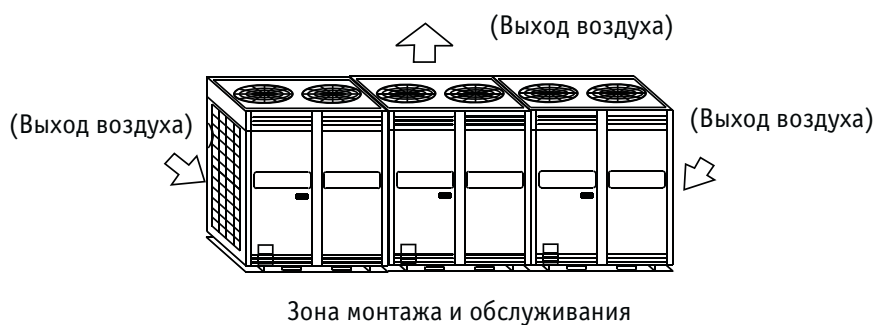

Рис. 4-8
- При установке блока зарезервируйте зону для технического обслуживания, как показано на Рис. 4-8. Установите источник питания со стороны наружного блока. Информация по монтажу источника питания приведена в Руководстве по установке источника питания.